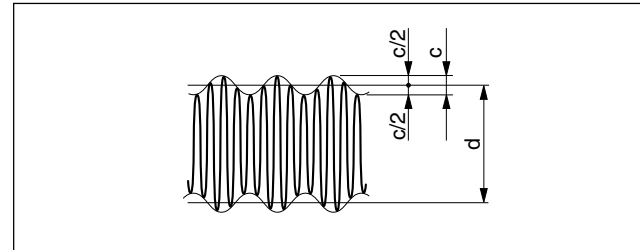

Abb. 4-6
- ③ Stellen Sie das Oszilloskop auf 0,5 V/div, 5 ms/div ein, und verstellen Sie (TIME/div), während Sie die Skala mit einer Geschwindigkeit von 1 bis 10 m/min bewegen, so daß die in Abb. 4-6 gezeigte Wellenform erhalten wird.